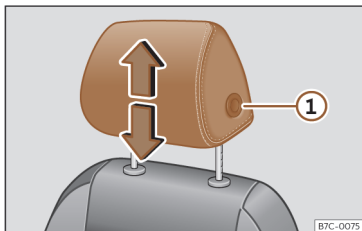
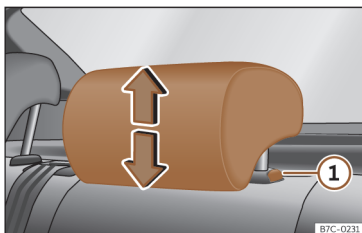

Fig. 98 Asiento delantero: regulación del apoyacabezas.
Fig. 99 Apoyacabezas trasero: regulación del apoyacabezas.
haga la misma acción, pulsando el botón lateral ①»» **fig. 98** »» **fig. 99**.
- Presione el botón lateral»» **fig. 98** ① y extraiga el apoyacabezas.